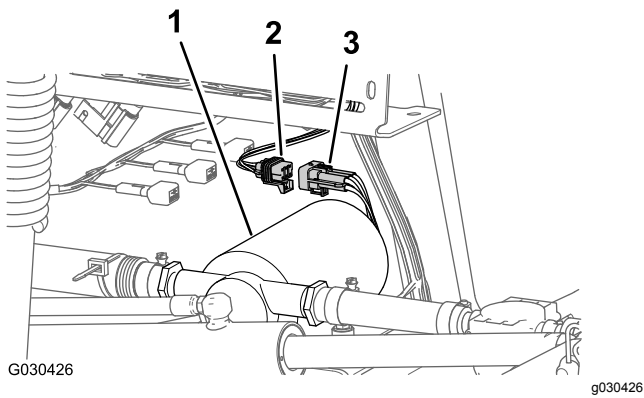

图6
2. 从机器后主线束的 6 插槽接头中断开冲洗泵线束的 6 针接头 图6。